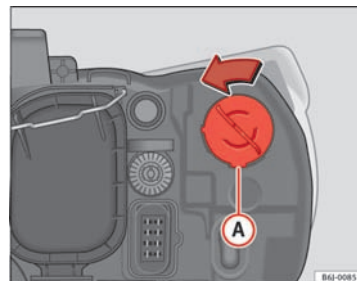

Fig. 155 Blinklys
- Drej pæreholderen ⇒ Fig. 155 A mod venstre, og træk i den. ►